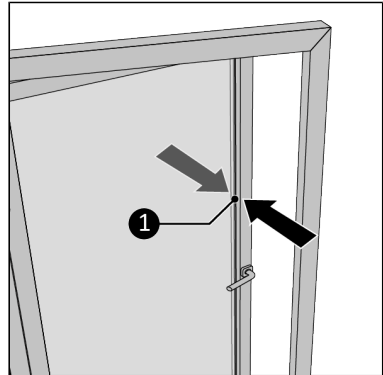

Figure 180.
2. Mesurez la largeur du cadre de fenêtre s'ouvrant vers l'extérieur (Figure 180, pos. 1).